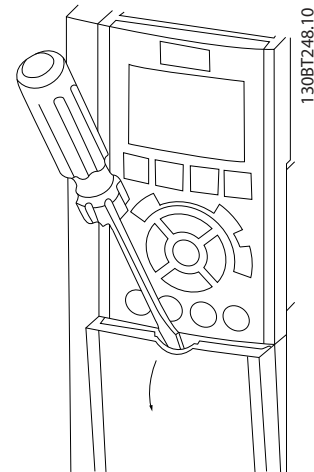

Abbildung 2.12 Zugang zu den Steuerklemmen in den Gehäusen A2, A3, B3, B4, C3 und C4
- Entfernen Sie die Abdeckplatte mit Hilfe eines Schraubendrehers. Siehe *Abbildung 2.12*.